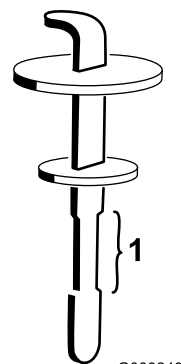

Bild 87
4. Entfernen Sie den Peilstab aus dem Einfüllstutzen und wischen ihn mit einem sauberen Lappen ab. Stecken Sie den Peilstab in den Einfüllstutzen und ziehen ihn dann heraus, um den Ölstand zu prüfen. Der Ölstand sollte zwischen den beiden Marken am Peilstab liegen (Bild 87).